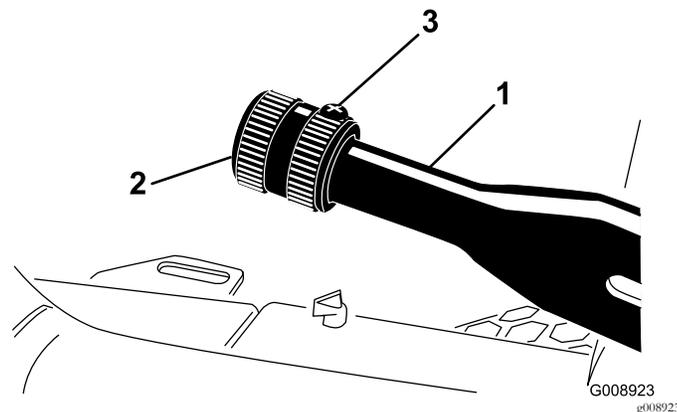

図 70
1. ブレーキレバーに調整ノブを固定している固定ねじをゆるめる 図 70。